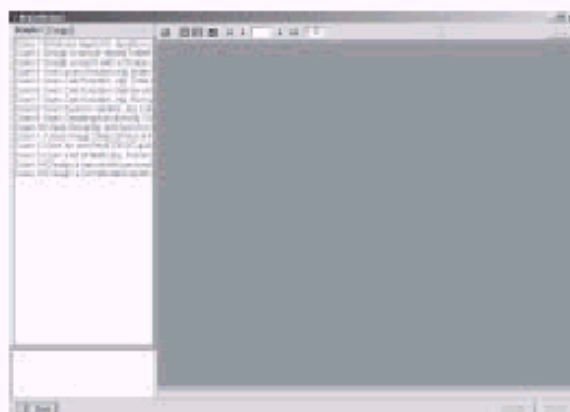
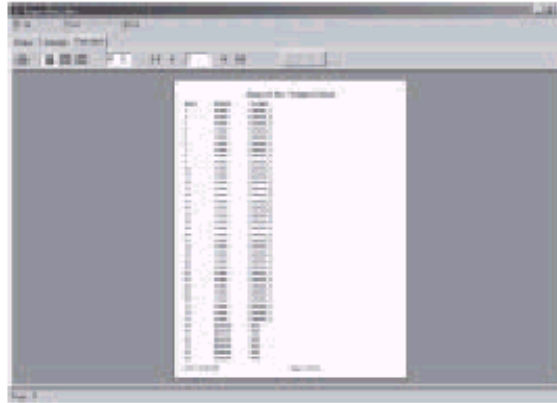

Fig. 8-16 Diseño de Fecha y Código de Página
Fig. 8-17 Vista Previa del Reporte
3.4 Diseño de la Descripción del Reporte: Por ejemplo, como en la Fig. 8-16, configure la **variable de sistema** como DateTime, PageSetDesc.
4. Vista Previa del Reporte: Seleccione y haga clic en la tecla **Preview** como en la Fig. 8-16. Se mostrará el diagrama de la Fig. 8-17.